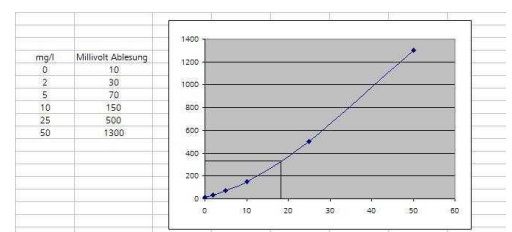

Abb. 9
- 7 Der Anzeigewert (mV) wird am Messgerät abgelesen, die Bestimmung des Messergebnisses erfolgt anhand der beigelegten Tabelle bzw. Kalibrierkurve (Abb. 9).